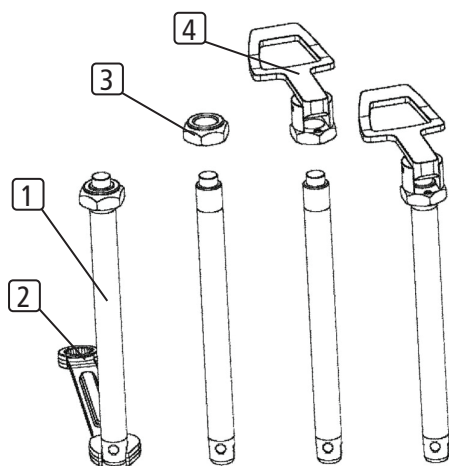

Fig. 1
Inizialmente viene rimosso il dado dei QRA e scambiato con la maniglia Tetra (vedi Fig. 1). Il dado (3) della QRA viene svitato dai QRA (1) con l'aiuto di una chiave aperta 11 mm (2) e di una chiave ad anello o aperta da 19 mm. Invece del dado, la maniglia Tetra (4) viene avvitata sui QRA fino a quando la maniglia Tetra tocca leggermente il pulsante nella posizione mostrata nella Fig. 1. Dopo che la maniglia Tetra è stata avvitata in posizione, questa viene fissata stringendo leggermente la vite di bloccaggio (5). A tal fine, viene utilizzata una chiave a brugola da 1,5 mm. Successivamente si inserisce la ruota della sedia a rotelle con il suo asse nella sedia a rotelle e si controlla il gioco in direzione assiale. È consentito un gioco minimo. Avvitando la vite di regolazione (5), il gioco assiale può essere ridotto. A tal fine, va utilizzata una chiave a brugola da 2 mm. La vite di regolazione può sporgere sul lato inferiore di massimo 1,5 mm. Su tutte le parti mobili della maniglia Tetra e dell'asse è consentito l'utilizzo di un olio per ingegneria di precisione privo di resine e acidi per supportare la funzione.